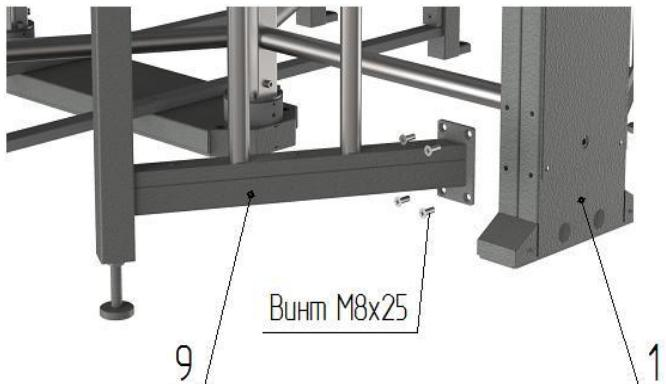

Рис. 4
– к боковым плоскостям стойки крыла прохода **1** и **2** установите ограждения **9** и **10** (предварительно заведите в отверстия стойки крыла прохода провода световых индикаторов **12**, кабели заземления) и закрепите винтами M8 (рис.4);